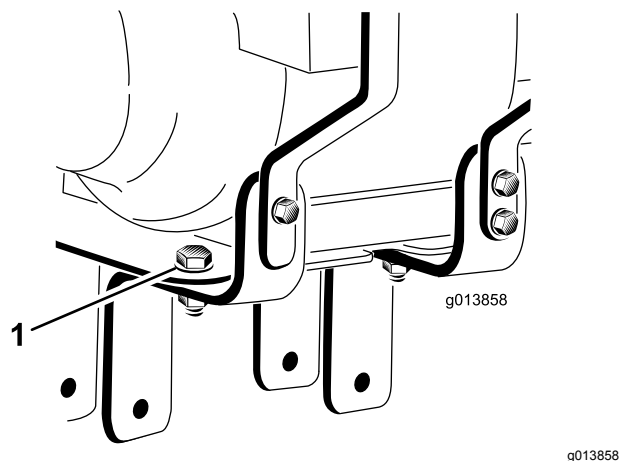

Figura 3
16. Desaperte, mas não remova, os 2 parafusos e porcas que prendem os suportes de montagem do motor à placa de montagem do motor (Figura 3).